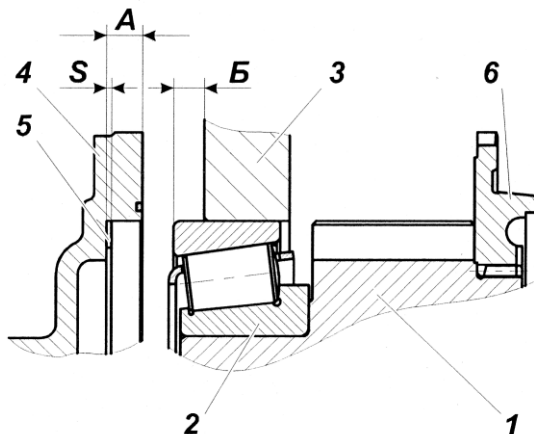

Рис. 102:
Установить в расточку картера коробки передач первичный вал в сборе с прокладками подобранными по п. 1. рис. 102.
5.6 Замерить размер Б рис. 102, (между торцами картера коробки передач и наружного кольца подшипника) при этом, гнездо заднего подшипника вторичного вала должно быть плотно (под усилием собственного веса вторичного вала) прижато через установочные прокладки к торцу зубчатой муфты демультипликатора; первичный вал должен быть плотно (под усилием собственного веса) прижат через установочные прокладки к торцу наружного кольца переднего подшипника вторичного вала, а наружное кольцо заднего подшипника первичного вала - к роликам.